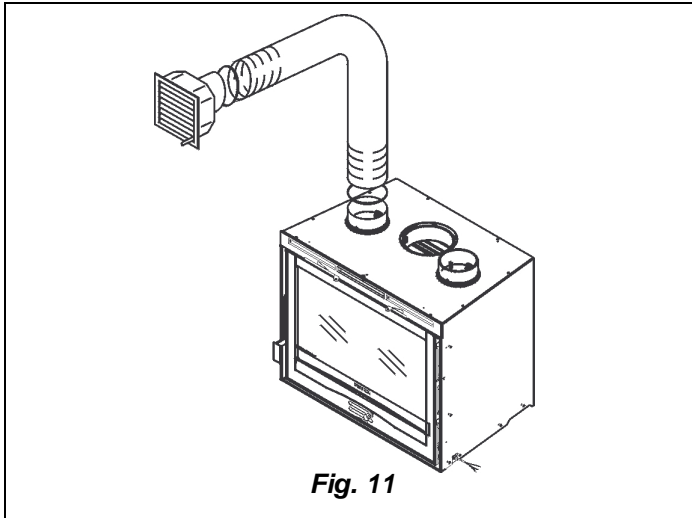
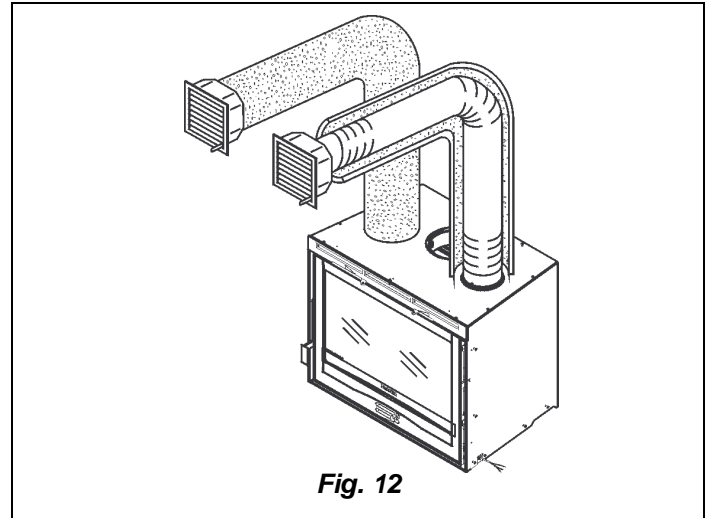

Fig. 11
Fig. 12
- se lo spazio tra la parte superiore dell'inserto e il profilo inferiore della cappa è inferiore a 10cm sarà necessario eseguire un foro di circa 30 x 40cm sulla cappa per permettere il fissaggio sei tubi flessibili (vedi Fig. 11 - Fig. 12);